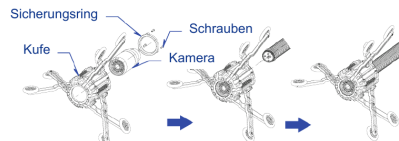

Abbildung 14. 120er-Rollenkuife
- 2) 120er-Rollenkuife montieren (siehe Abbildung 14)